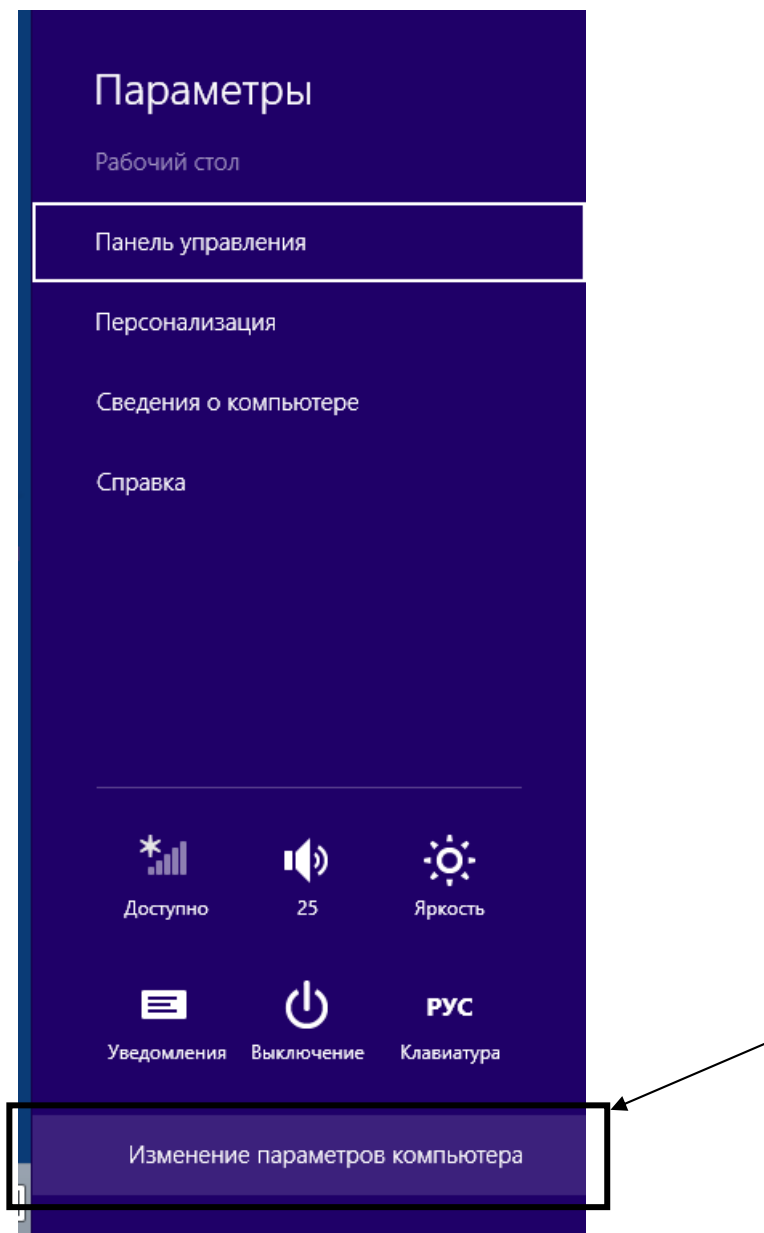

Рис. 11
2.2.5.1 Нажмите комбинацию клавиш **Win+I** на клавиатуре. В открывшемся окне выберите пункт «Изменение параметров компьютера» (см. Рис. 11).